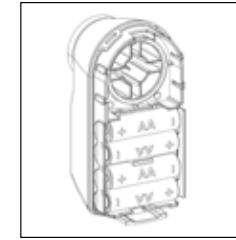

Abb. 6
- ④ Legen Sie vier neue Batterien ein. Achten Sie dabei auf die korrekte Polung gemäß der Zeichnung im Batteriefach (Abb.6).